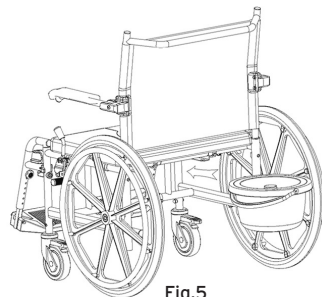

Fig.5
- Inserire il secchio dal lato posteriore della sedia doccia facendolo scorrere nelle apposite guide (Fig.5).